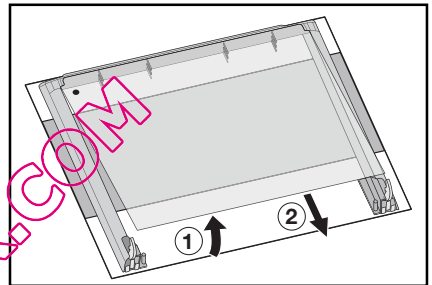

Fig. 33
11. Soulevez doucement et sortez délicatement la vitre intérieure (Fig. 33).